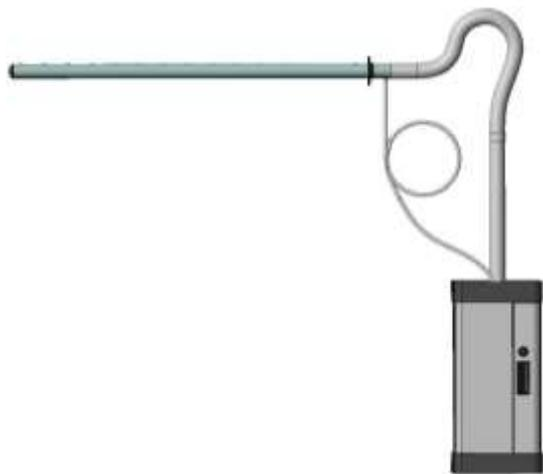
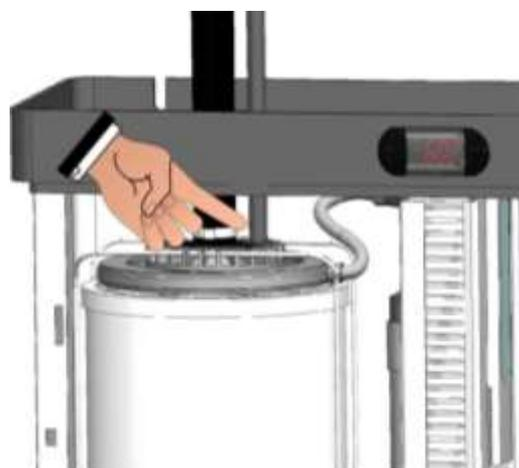

Fig.44
Fig. 45
2. Si la lance est placée au point le plus élevé de l'humidificateur et que le tube vapeur génère un siphon (ex. fig. 44), il est nécessaire d'installer la récupération des condensats en déchargeant directement dans le manchons du cylindre de l'humidificateur prévu à cet effet (fig. 45) ou dans un puisard collecteur d'eau. La récupération du condensat se fait en raccordant au manchon de 10 mm de diamètre de la lance le tube PEGO UMITUBODN10 pour ce type d'application. Le long du parcours du tube de récupération des condensats, de la lance à l'humidificateur ou de la lance au puisard, vous devez exécuter un siphon avec un cercle complet et un diamètre minimum de 200 mm, le siphon doit également être rempli avec de l'eau avant l'installation. Cela empêche la sortie de la vapeur à partir de la récupération des condensats (fig. 44).